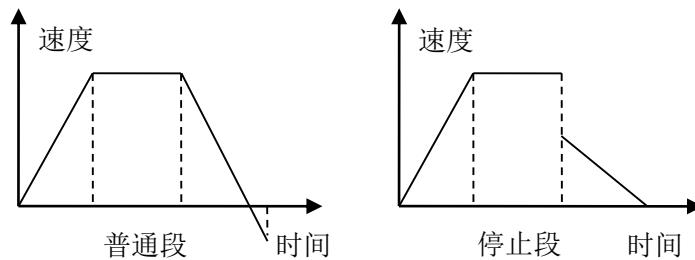

图 7-7 PT 模式停止段类型
- `PT_SEGMENT_STOP` 表示停止段，该段的终点速度为 0，起点速度根据段内位移和段内时间计算得到，和上一段的终点速度无关。如图 7-7 所示。